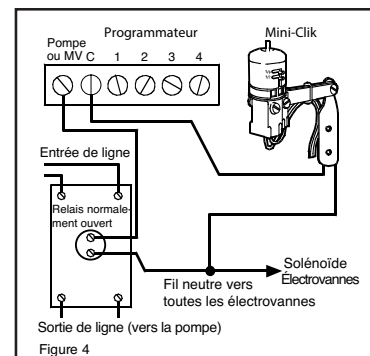

Figure 4
B. Électrovannes à solénoïde 24 V avec pompe de surpression — Fig. 4